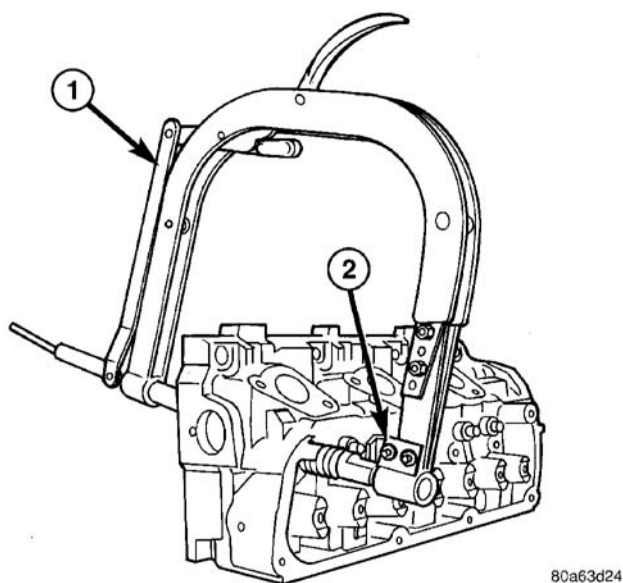

图 37 气门弹簧-拆卸/安装
(1) 在气缸盖置于工作台上的同时，将带 8464 适配器的专用工具 C-3422-D 置定在气门和弹簧固定器上（图 37）。
(2) 压缩弹簧仅仅足以卸下气门固定锁为止。
(3) 慢慢地释放弹簧张力和卸下气门弹簧和固定器。
(4) 为拆卸气门杆密封（参见 9-发动机/气缸盖/气门杆密封-拆卸）。
（3）用专用工具 C-3433-C, 带有 8464 适配器(图 37), 压缩弹簧仅仅到足以安装气门固定器锁为止。